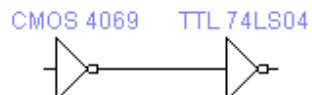

Figura 2 Porta CMOS acionando uma porta TTL.
3.2.1 Verifique, através das informações do fabricante, que não existe nenhuma incompatibilidade nos níveis lógicos do circuito da Figura 2, inversor CMOS (CD4069) acionando um inversor TTL (74LS04). Explique o porque. Não precisa montar.